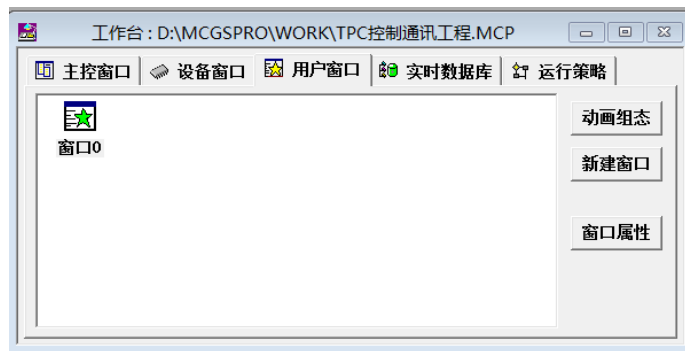

图 3.1.2
- 选择工程文件要保存的路径，在文件名一栏内输入“TPC 控制通讯工程”，点击“保存”按钮，工程创建完毕。如图 3.1.2 所示。